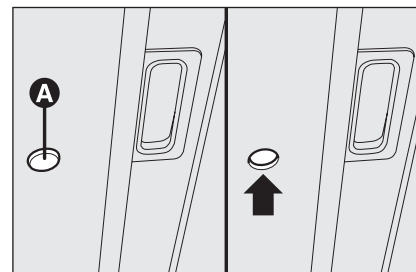

fig. 80
- introduire dans le siège **A-fig. 80** la clé en dotation et tourner: